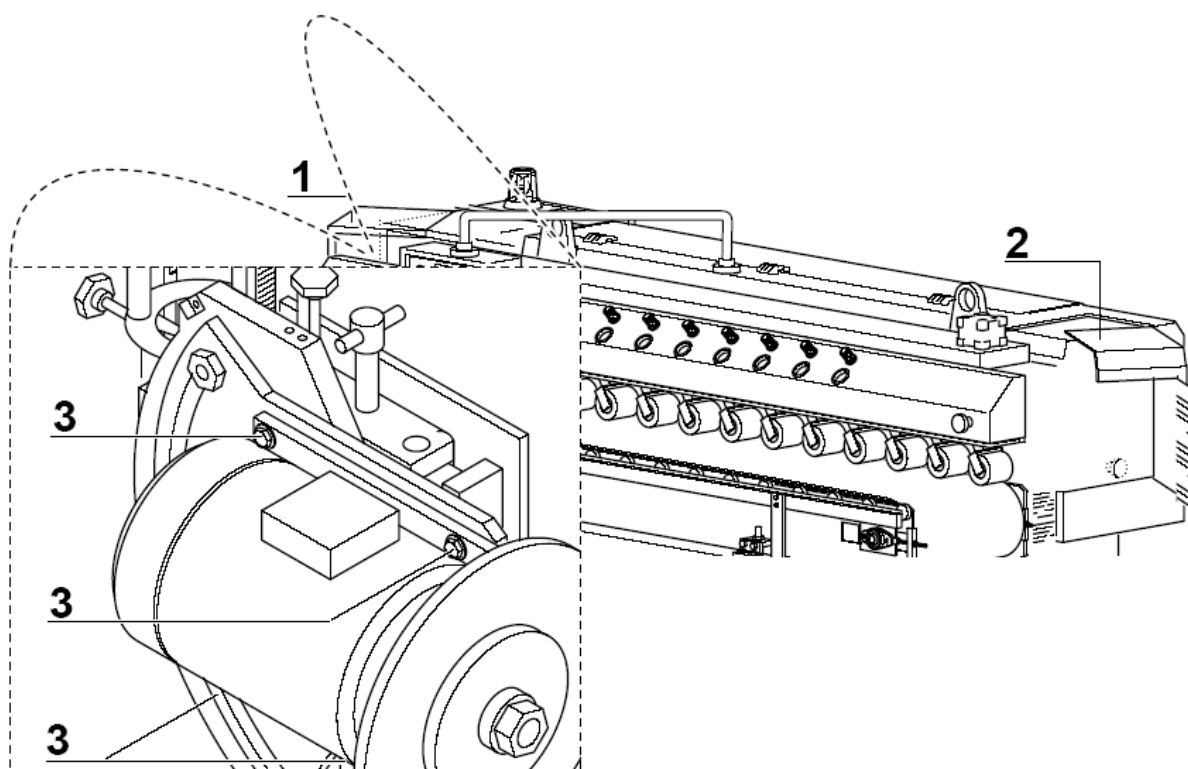

Fig. 42
1. Ouvrir la porte d'accès du mandrin calibrant (Fig. 42/1), ou façonnant (Fig. 42/2).
4. Dévisser les vis de fixation de la plaque de support du moteur électrique du calibreur, ou façonneur (Fig. 42/3).